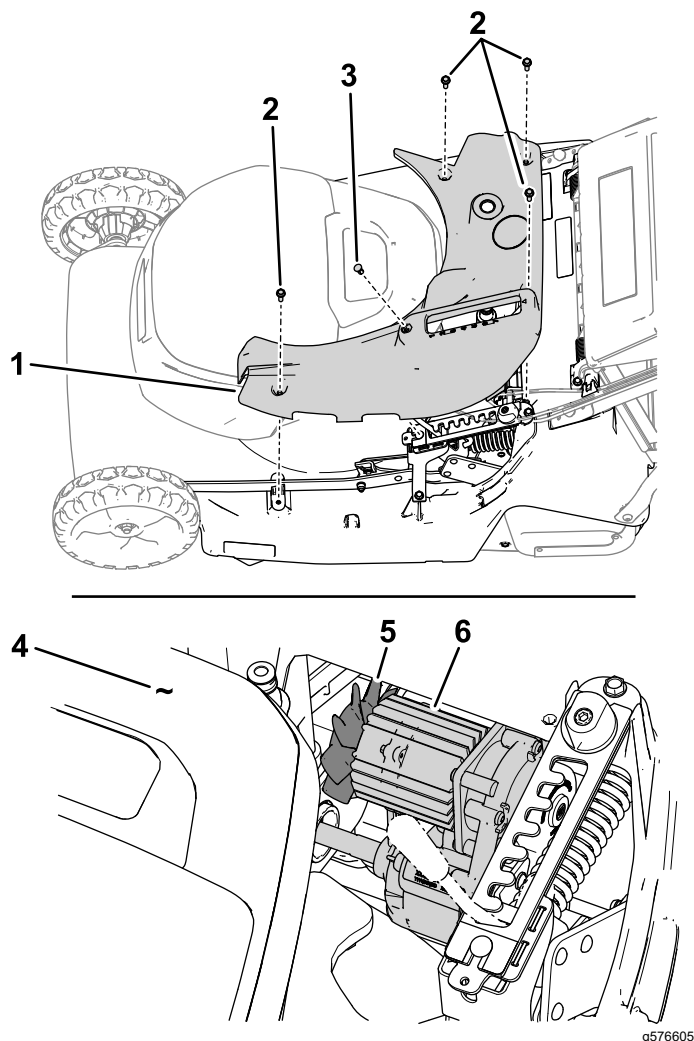

Figura 26
2. Rimuovete il coperchio superiore rimuovendo 4 bulloni (M6) e un rivetto a scatto (Figura 26).
3. Con una spazzola, rimuovete eventuali detriti dalla trasmissione, in particolare dalla ventola e dagli sfiati della trasmissione (Figura 26).